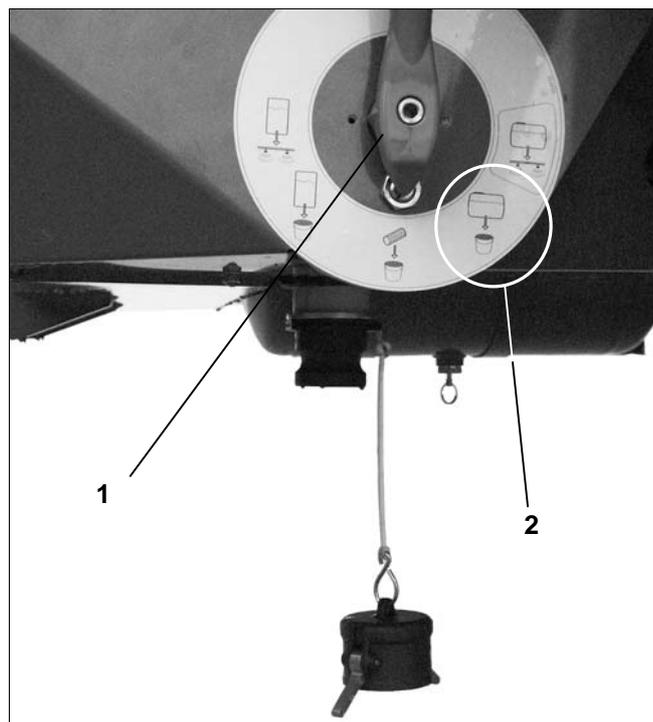

Fig. 7.27
Um die im Behälter verbleibende, verdünnte technische Restmenge in ein geeignetes Auffanggefäß abzulassen den Mehr-Wege-Umschalthehn (Fig. 7.27/1) auf Position „Ablassen“ verschwenken (Fig. 7.27/2).
- Mehr-Wege-Umschalthehne in Position "Spülen" bringen (Fig. 7.27).